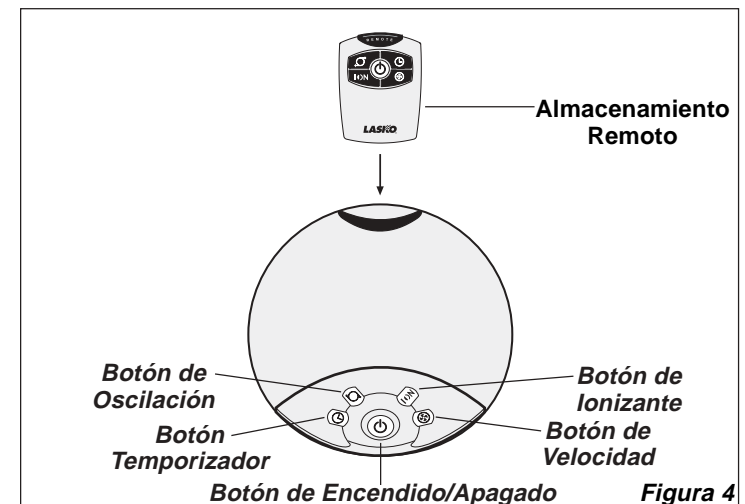
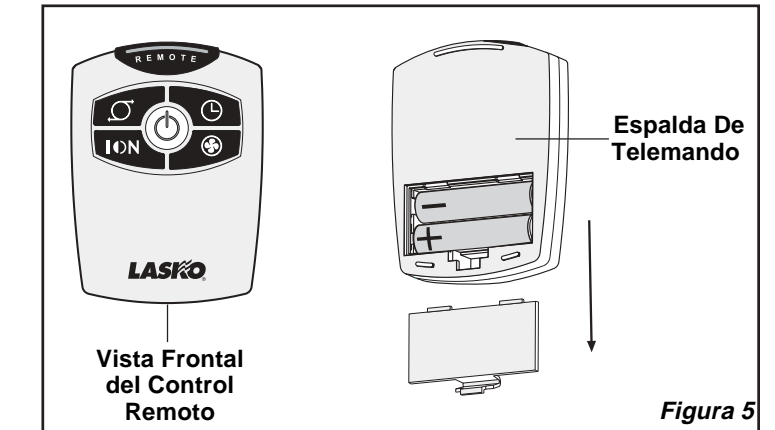

Figura 4
Figura 5
Este Ventilador podrá hacerse funcionar mediante los controles manuales ubicados en la parte superior de la unidad (como se indica en la **Figura 4**) o con el Control Remoto (como se indica en la **Figura 5**)
CONTROL REMOTO (Figura 5)
1. Instale las dos baterías "AAA" que vienen con el equipo, como se indica en la **Figura 5**.